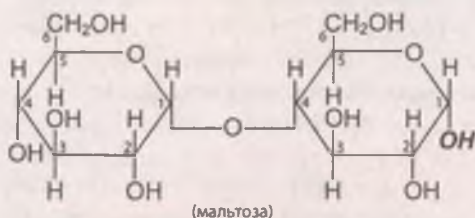

Рис. 255
за счет гликозидного гидроксила одной молекулы и гидроксильной группы при C(4) другой [4, с. 113] (рис. 255).